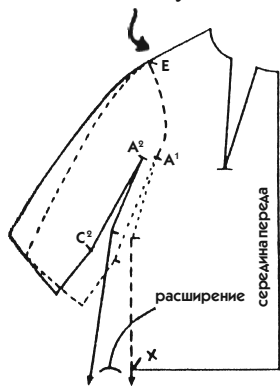

Рис. 708
1. С базового чертежа кимоно прямого покроя переведите только следующие линии: середины, горловины, вытачки груди, плеча (см. стрелку на рис. 708).
- Другие линии пока чертить необязательно, но для этого задания можно слегка наметить их цветным карандашом (пунктирные линии на рис. 708).
3. Закончите чертеж, переведя все недостающие линии (см. на рис. 708 сплошные линии).